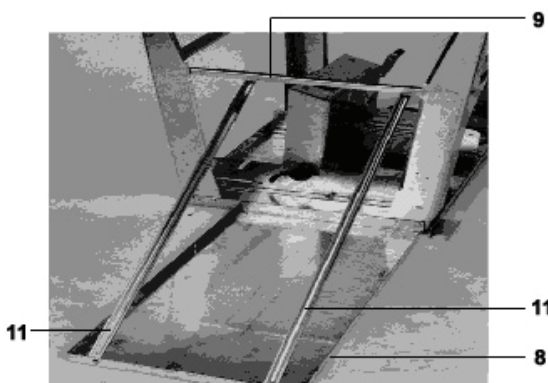

Fig. 7
- Assemblez les pièces 8 et 9 avec la pièce 11 (voir fig. 7). Pour cela, vous avez besoin de quatre vis à six pans M6x16, de quatre rondelles M6 et de quatre écrous M6. Ne serrez pas les vis trop fort.